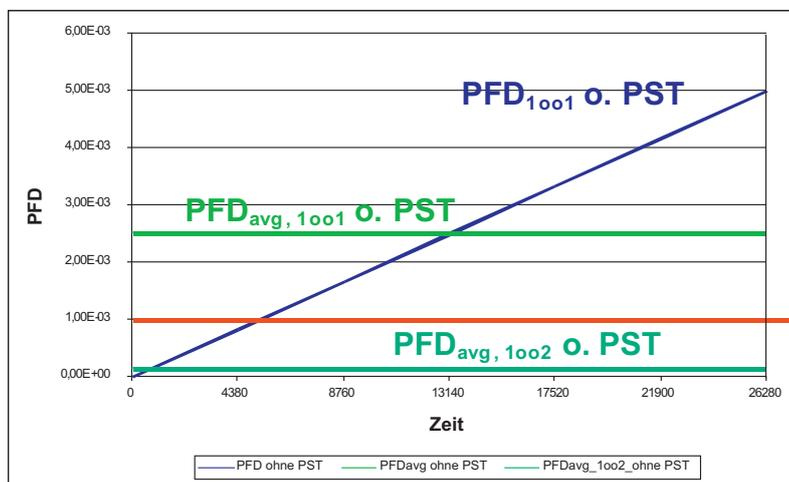

Bild 2: Ausfallwahrscheinlichkeiten für ein 1oo1- und 1oo2-System ohne PST.
Setzt man diese Werte in Gl. (3) und (4) ein, so erhält man für die Ausfallwahrscheinlichkeit die Werte in Tabelle 2. Das Ergebnis ist grafisch in Bild 2 dargestellt. Man erkennt, dass für diese Konfiguration eines 1oo1-Systems ohne PSTs ein $PFD_{avg} = 2,50E-03$ erreicht wird, der eine Einstufung in die Sicherheitsklasse SIL 2 (siehe Tabelle 1) ermöglicht.
Die Zahlenwerte für die Ausfallrate λ_{DU} und das Proof-Test-Intervall T_{PT} sind identisch mit jenen aus der oben angeführten Anwendungskonfiguration für das 1oo1-System. Für den β -Faktor, der den Anteil an Common-cause-Fehlern beschreibt, wird ein Wert von 5% angenommen. Als Ergebnis erhält man eine mittlere Ausfallwahrscheinlichkeit von ein $PFD_{avg} = 1,32E-04$. Dieser Wert genügt für eine Einstufung in die Sicherheitsklasse SIL 3. In Bild 2 ist dieser Wert ebenfalls graphisch dargestellt. Man erkennt, dass bei der gegebenen Parameterwahl für eine 1oo1-Architektur ein SIL 2 und für eine zweikanalige Struktur in Form einer 1oo2-Architektur ein SIL 3 erreicht wird. Beide Konfigurationen mit ihren Ausfallwahrscheinlichkeiten werden bei den folgenden Konfigurationen mit PST als Vergleich herangezogen.